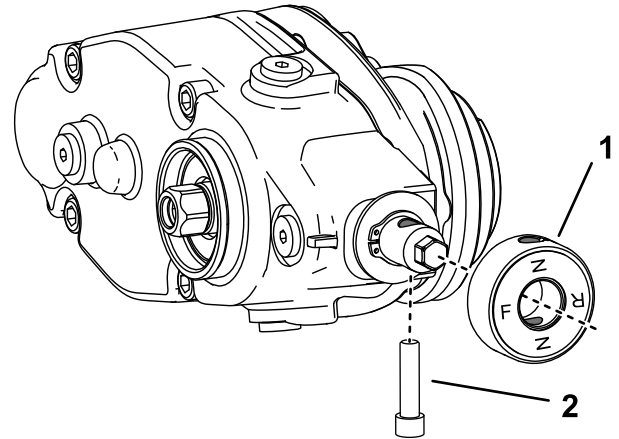

図 8
7. 左側にグルーマを取り付ける場合は、以下の作業を行う 図 8